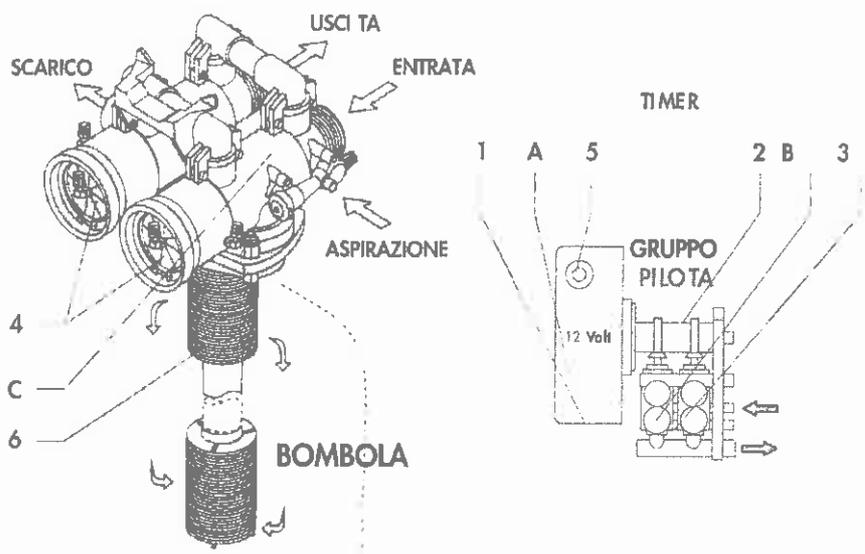

Fig 2
N.B.: Il particolare n.6 (fig. 2) non deve essere montato per i mod. PLUS 265-330-425-550